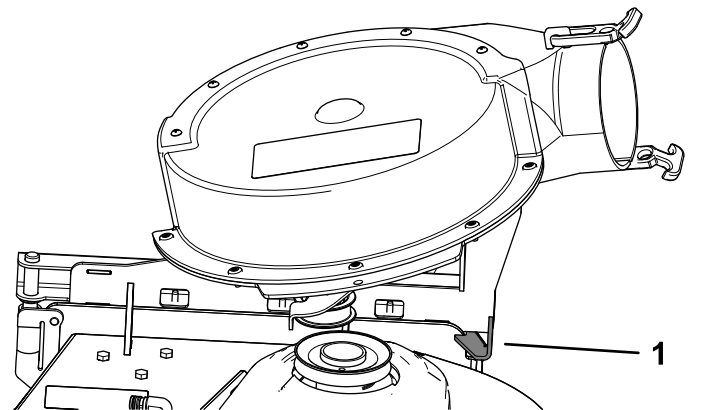

Figura 25
**Nota:** Il gruppo soffiatore deve fissarsi automaticamente, come illustrato nella Figura 25.